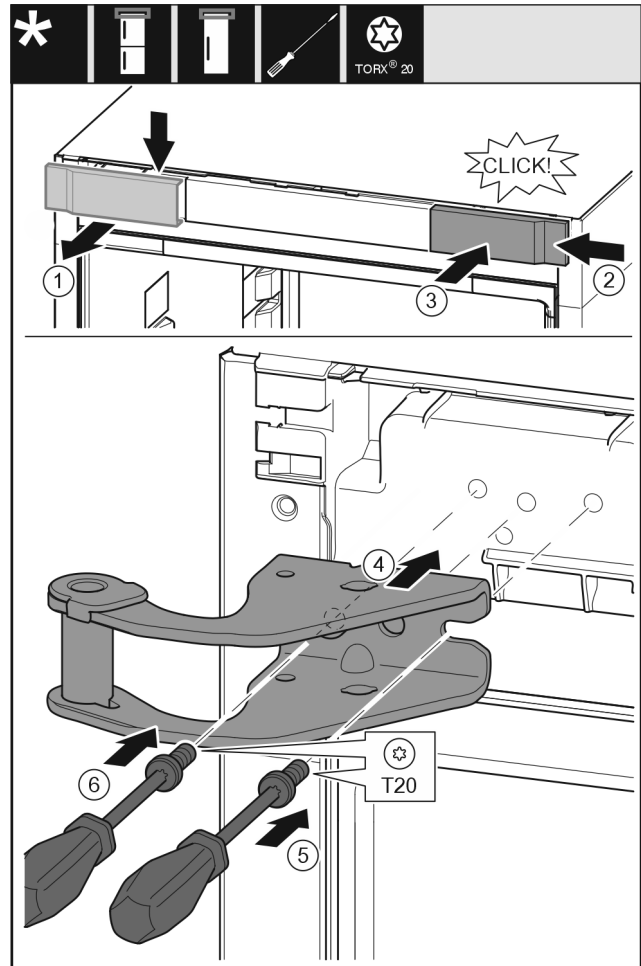

Fig. 12
- Abdeckung von oben nach vorne abnehmen. Fig. 12 (1)
- Abdeckung um 180° gedreht auf der anderen Seite von rechts einhängen. Fig. 12 (2)
- Abdeckung einrasten. Fig. 12 (3)
- Oberen Lagerbock ansetzen. Fig. 12 (4)
- Schraube mit Schraubendreher T20 ansetzen und festdrehen. Fig. 12 (5)
- Schraube mit Schraubendreher T20 einsetzen und festdrehen. Fig. 12 (6)